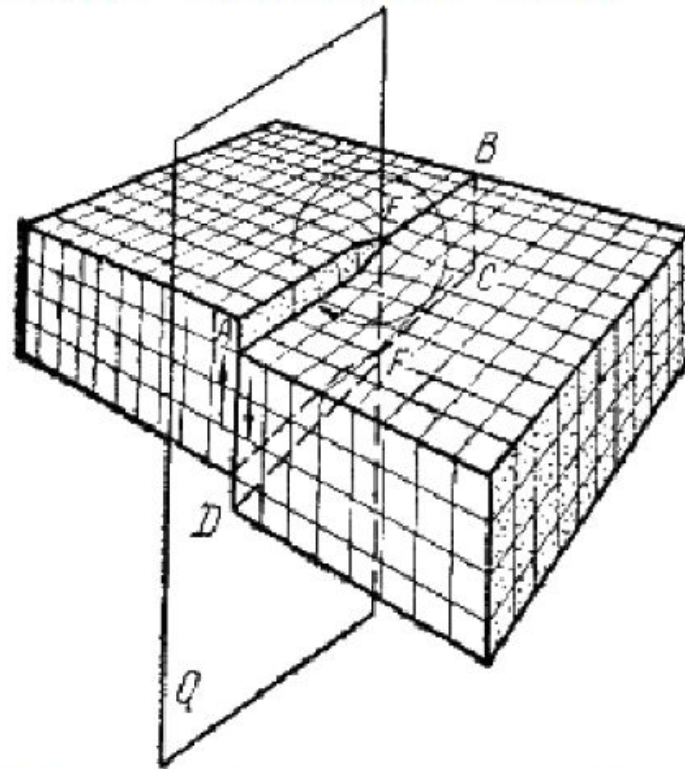

Рис. 7. Механизм образования винтовой дислокации
*Винтовая дислокация* получена при помощи частичного сдвига по плоскости Q вокруг линии EF (рис. 7) На поверхности кристалла образуется ступенька, проходящая от точки E до края кристалла. Такой частичный сдвиг нарушает параллельность атомных слоев, кристалл превращается в одну атомную плоскость, закрученную по винту в виде полого геликоида вокруг линии EF, которая представляет границу, отделяющую часть плоскости скольжения, где сдвиг уже произошел, от части, где сдвиг не начинался. Вдоль линии EF наблюдается макроскопический характер области несовершенства, в других направлениях ее размеры составляют несколько периодов.